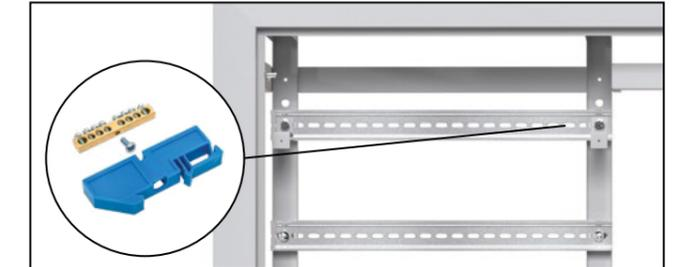
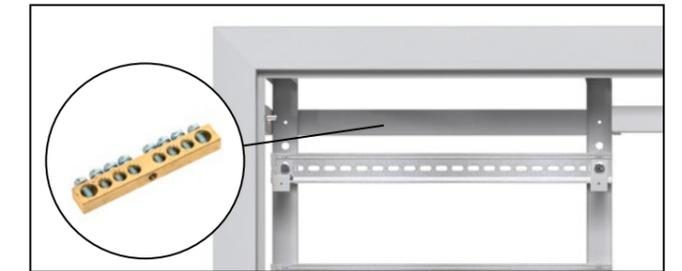

Рис. 26
Рис. 27
4.2 Магистральные кабели N и PE подключаются на соответствующие шины, как показано на Рис. 26 и Рис. 27.